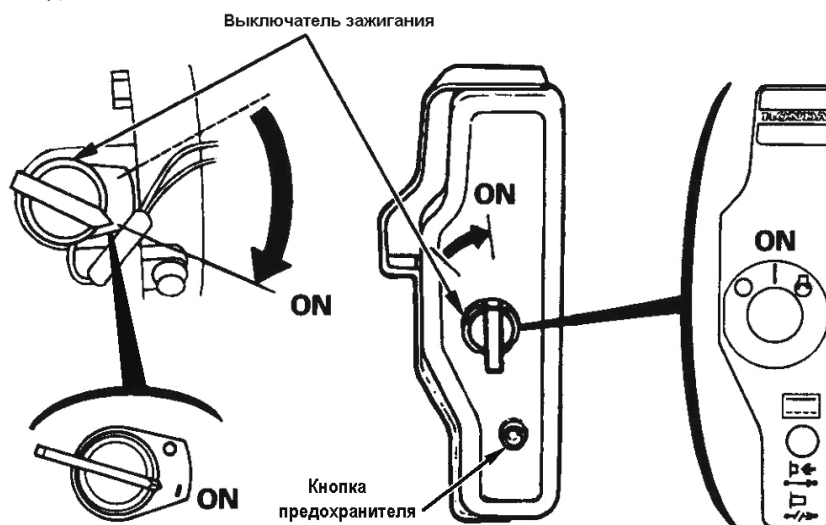

Рисунок 6 – Выключатель зажигания в положении "ON" ("Включено")
Предохранитель защищает цепь заряда аккумуляторной батареи в случае несоблюдения полярности зарядного тока или при коротком замыкании. Индикатор зеленого цвета внутри предохранителя указывает на срабатывание предохранителя и прерывание цепи заряда. Если это произошло, определите причину прерывания и устраните ее до повторного включения. Для повторного включения следует нажать на кнопку предохранителя (см. рисунок 6).
- установите выключатель зажигания в положение "ON" ("Включено") (рисунок 6);